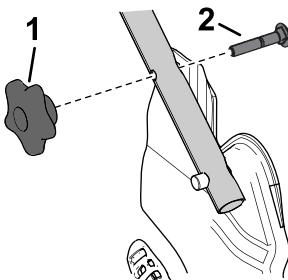

**Figure 4**
1. Bouton du guidon (2)      2. Boulon de carrosserie (2)
2. Montez les extrémités du guidon sur le carter de la tondeuse de telle sorte que la goupille fixée à chaque support du guidon soit insérée dans le trou inférieur de l'extrémité associée (Figure 4).